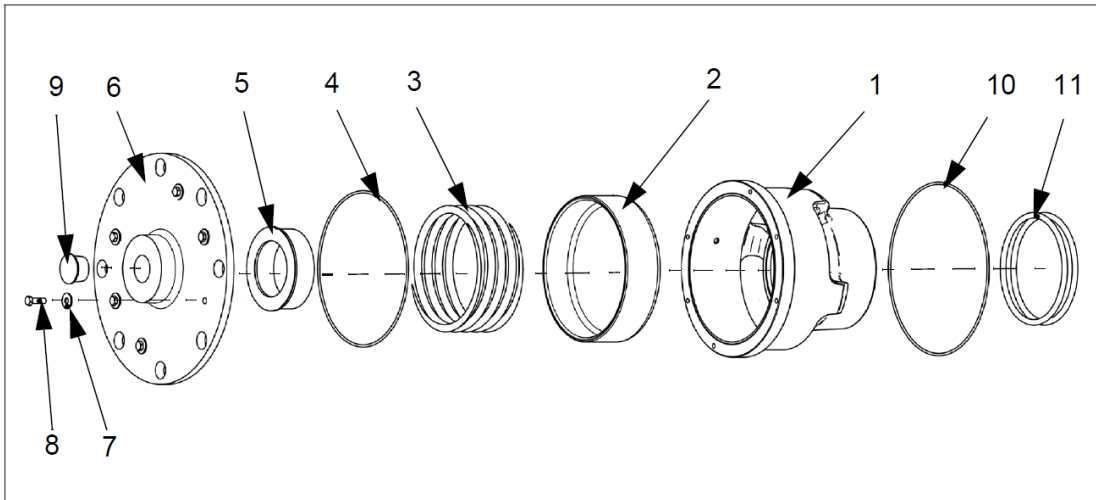

Рис. 12:
4. Снимите уплотнительные кольца (4 и 10, рис. 12) и очистите все поверхности.
5. Вставьте новую пружину (3, рис. 12) и поршень (2, рис. 12) в барабан (1, рис. 12).
6. Вставьте уплотнительные кольца (4 и 10, рис. 12) в выпускной клапан и барабан.